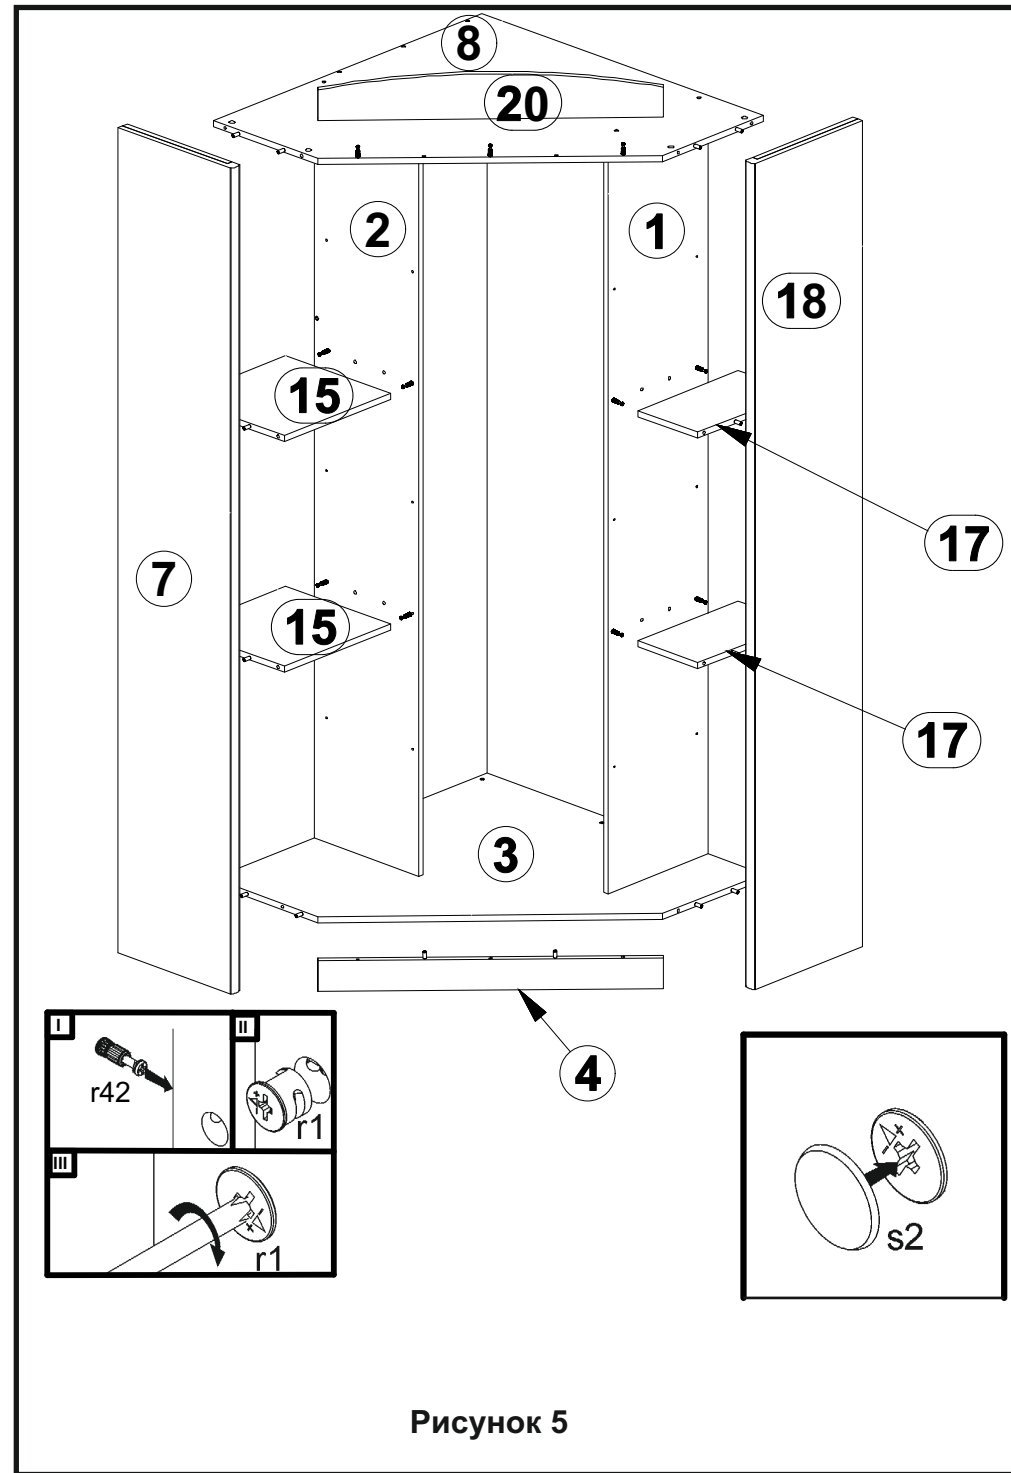

Рисунок 5
10. Соединить детали **1, 2, 3, 7, 8, 4, 15, 17, 18, 20** при помощи шкантов **f1**, стяжек эксцентриковых **r1**. Затянуть стяжки эксцентриковые **r1** с помощью отвертки (см. рис. 5).
11. Конформаты **e1** на детали **3** закрыть заглушками **s1**. Стяжки эксцентриковые **r1** на деталях **15, 17** закрыть заглушками **s2** (см. рис. 5, 6).